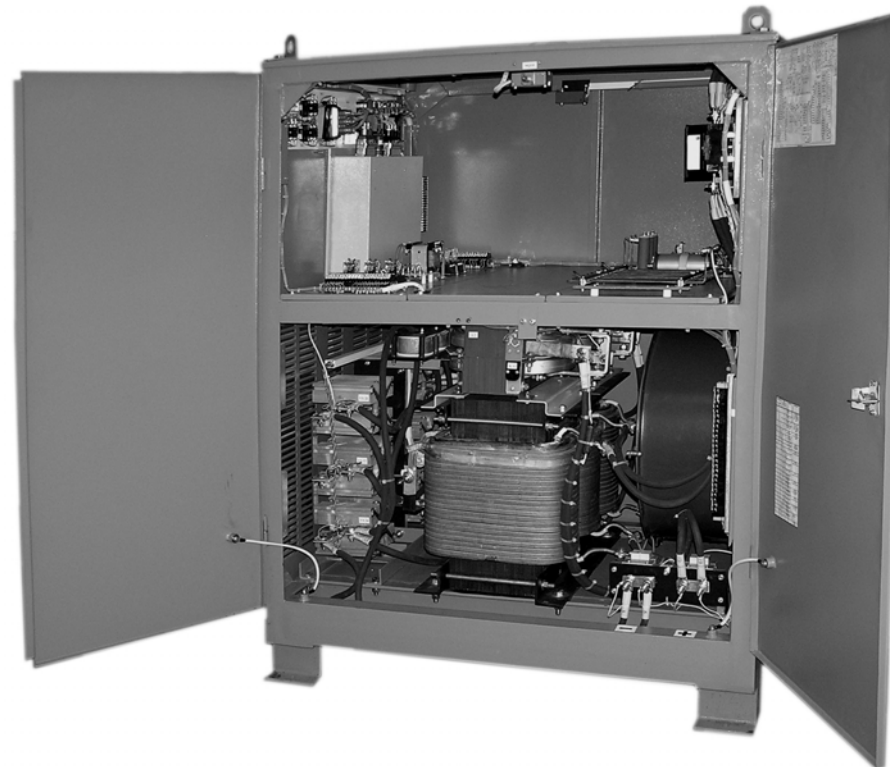

рисунок 2
5.1. Источник питания установки, *рисунок 2*, смонтирован в стальном шкафу с четырьмя дверями и состоит из: